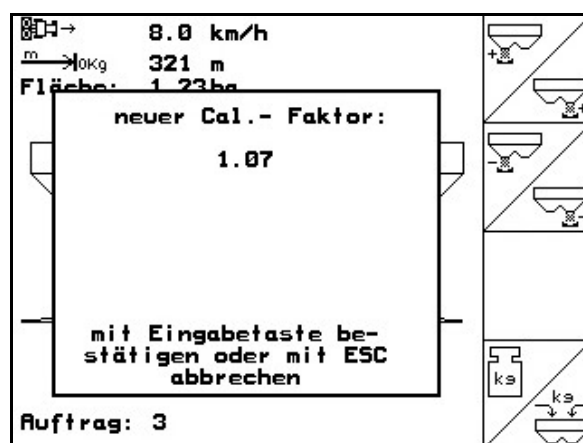

Fig. 38
- Se mostrará el nuevo factor de calibrado (Fig. 38).